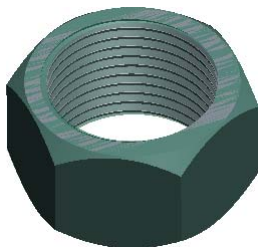

图 4.2.3 工件模型
- Step3. 在“元件放置”操控板中选择  **默认** 选项，然后单击  按钮，完成毛坯工件的放置，放置后如图 4.2.3 所示。